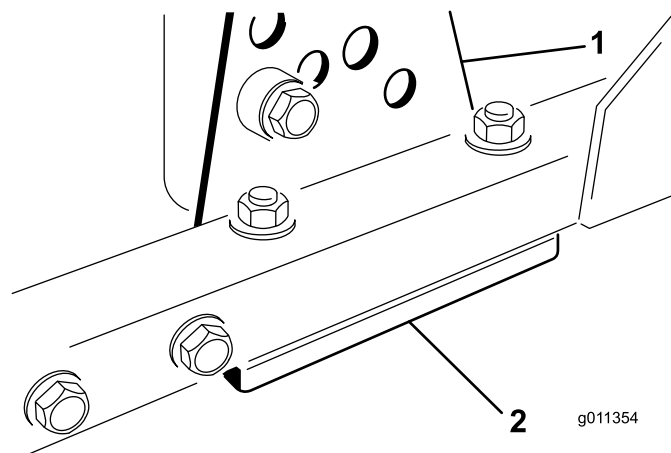

Bild 84
1. Entfernen Sie die Schnitthöhen-Einstellhalterung (vorne, links oder rechts) vom Mähwerkrahmen (Bild 84).
2. Führen Sie 1,5-mm- und/oder 0,7-mm-Beilagscheiben zwischen dem Mähwerkrahmen und der Halterung ein, um die gewünschte Schnitthöhe zu erhalten (Bild 84).